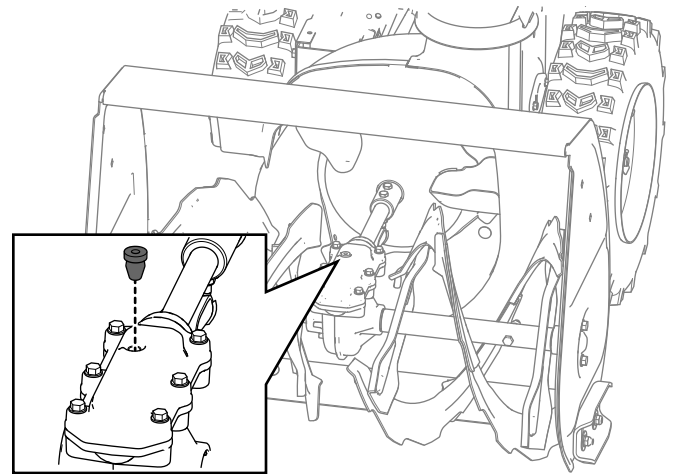

Bild 28
2. Reinigen Sie den Bereich um den Rohrverschluss und entfernen Sie den Rohrverschluss vom Getriebe (**Bild 28**).